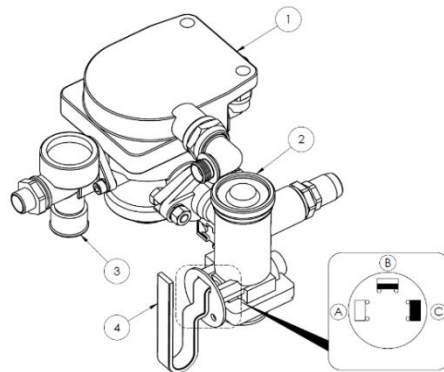

Рисунок 8 Управляющий клапан и регулятор силы торможения пневматических тормозов 2-контурных
Регулятор силы торможения, (поз. 2) – рис. 8, используемый в пневматической системе тормозов, регулирует силу торможения в зависимости от степени заполнения кузова. Переключение на соответствующий режим работы осуществляется вручную путем изменения положения рычага (4). Делает это оператор машины перед началом движения. Доступны три рабочих положения: (А) „БЕЗ ГРУЗА”, (В) „ЗАГРУЗКА НАПОЛОВИНУ”, (С) „ПОЛНАЯ ЗАГРУЗКА”.